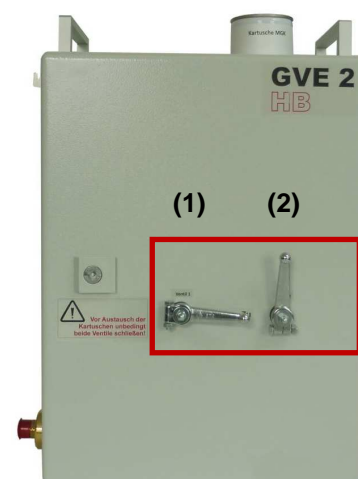

Abbildung 16: Kartuschenwechsel im Dauerbetrieb 2
1. Kartusche 2 ist in Betrieb, Ventil (2) ist geöffnet. Ventil (1) ist geschlossen (vgl. Abb. 16). Kartusche 1 trägt **nicht** zur Pyrosil® - Versorgung bei.
2. Ein Wechsel der Kartusche 1 ist möglich. Ventil (1) **muss** dabei geschlossen sein.
3. Druck < 0,5 bar: Ventil (2) wird geschlossen.
4. Ventil (1) wird geöffnet.